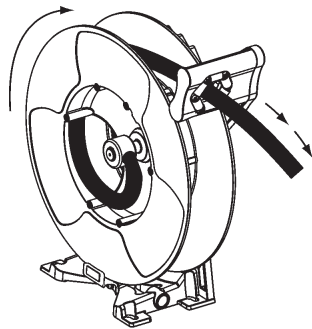

Fig. 11
1. Extraiga unos 10 pies (3 metros) de manguera y trinque la manguera (fig. 11).